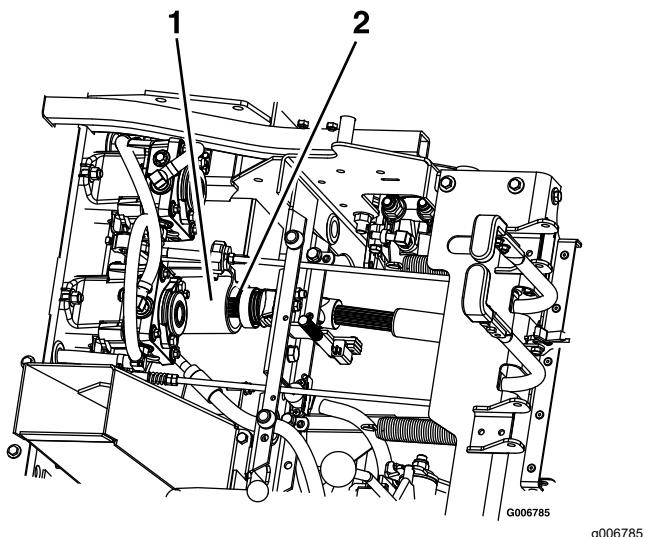

Figura 73
9. Desenganche el asiento y desconecte el árbol de transmisión usando el acoplamiento rápido del eje secundario (Figura 73). Consulte Desenganche del asiento (página 23).
5. Instale el árbol de transmisión en el eje secundario (Figura 73).